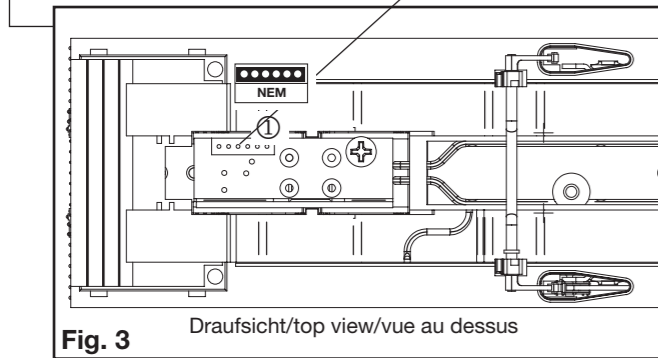

Fig. 3 Draufsicht/top view/vue au dessus
**Einbau eines digitalen Empfängerbausteins:** Auf die schraffierte Fläche im Führerstand (Fig. 2) kann ein **DECODER (z.B. 687403)** mit 6-poligem Stecker (**NEM 651**) geklebt werden. Beim Einbau bitte die Betriebsanleitung des jeweiligen Decoders beachten (Fig. 3).
Brückenstecker (Fig. 2) aus der Schnittstelle herausziehen und Stecker des Decoders dafür einstecken. Dabei auf Gleichlage der mit ① gekennzeichneten Steckeranschlüsse und Anschlusskabel mit gleicher Farbe achten (Fig. 3)!